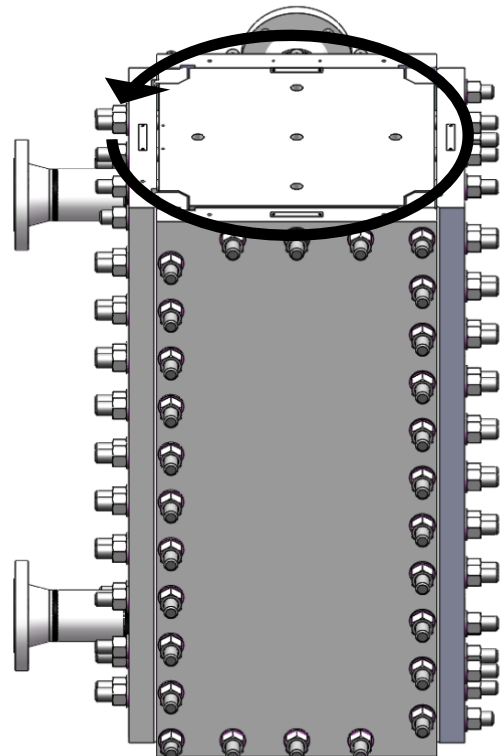

Abbildung 18
- Die Richtung zum Vorspannen wie in Abbildung 18 beachten.